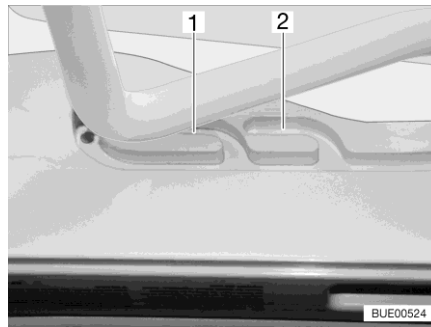
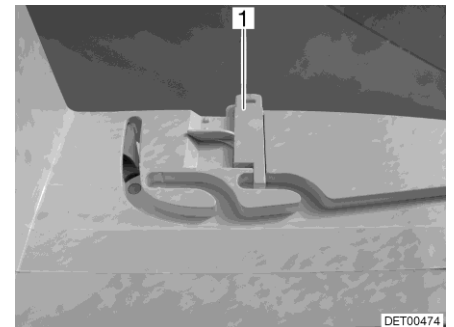

Fig. 82 Guida (posizione di ricircolo d'aria)
Fig. 83 Bloccaggio (posizione di ricircolo d'aria)
È possibile portare l'oblò Heki in due posizioni di ricircolo d'aria: Posizione brutto tempo (Fig. 82,1) e posizione centrale (Fig. 82,2). A seconda del modello, l'oblò può essere bloccato sulla posizione centrale del suo telaio con i due chiavistelli (Fig. 83,1) di sinistra e destra.
- Premere la staffa leggermente verso l'alto, spingerla nella guida selezionata (Fig. 82,1 o 2) ed eventualmente bloccarla.